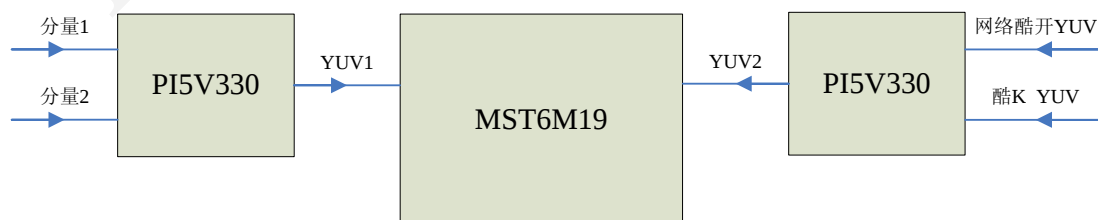

图3 分量信号逻辑框图
- **分量输入。**一共4组，除了2组外接分量接口的输入外，还有酷 K、网络酷开的分量输入。MST6M19只有2组分量输入，所以外加了2颗分量切换芯片：PI5V330。4组分量信号之间的切换关系如图3。